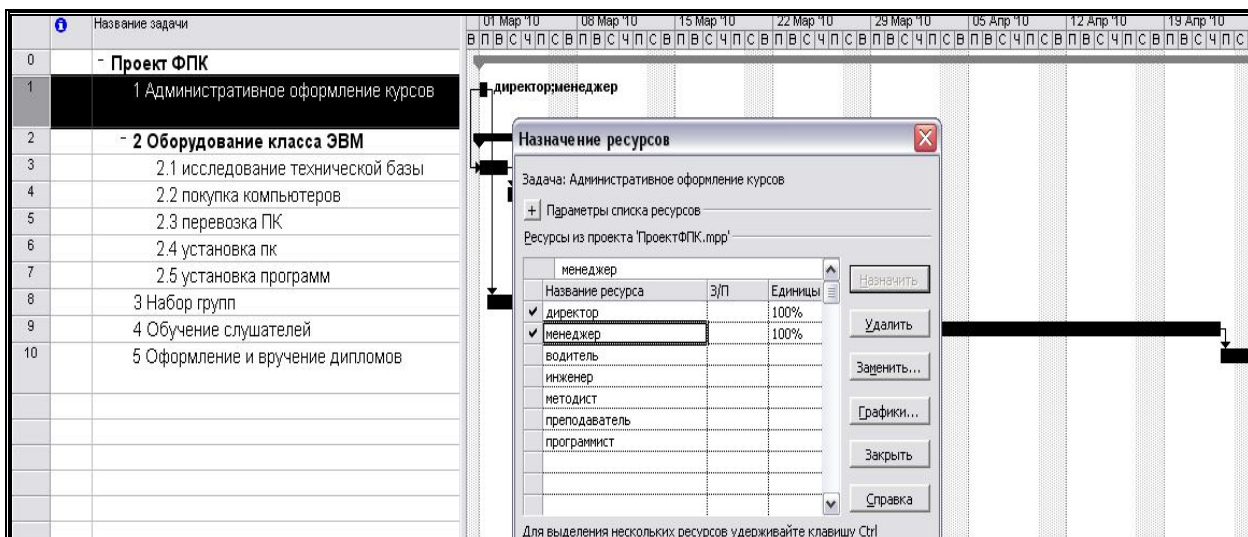

Рис. 16. Назначение ресурсов задачам
3. Выполнить назначения ресурсов, используя представление **Диаграмма Ганта**. В таблице выделить задачу, для которой назначаются ресурсы, и выбрать в меню команду **Сервис - Назначить ресурсы** или нажать кнопку  на панели инструментов. В появившемся диалоговом окне (рис. 16) выбрать соответствующий ресурс и нажать кнопку **Назначить**, указать *Единицы назначения* в %. При переходе от одной задачи к другой не закрывать окно ресурсов.